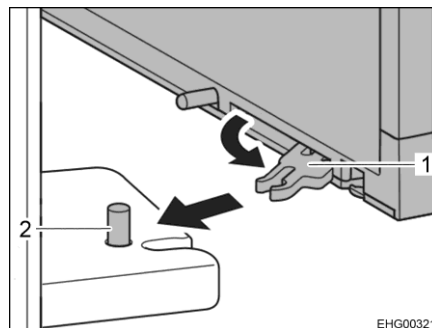

Bild 91 Lås till kylskåpsdörr
■ Fäll ut distansdelarna (Bild 91,1) på insidan av kylskåpsdörren upp till och ned till och dra dem framåt.
■ Låt vardera distansdel haka fast i bulten (Bild 91,2).